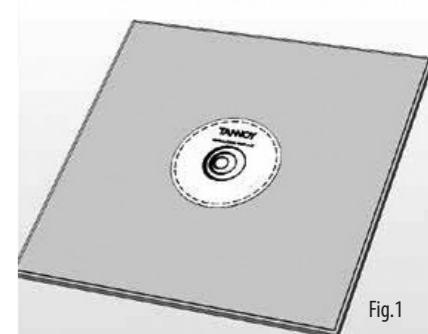

Fig.1
1. 从框架上取下天花板瓷砖并将其放在平坦的表面上。通过在提供的模板周围进行跟踪来标记天花板瓷砖上的切口区域。(图 1)